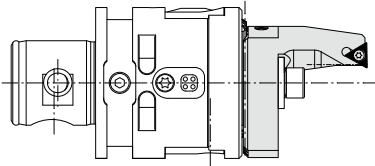

Bild 8
**Überdreh-Plattenhalter ohne Kerbzahnschiene Ø 4 – 66 mm (Bild 8, 9)**